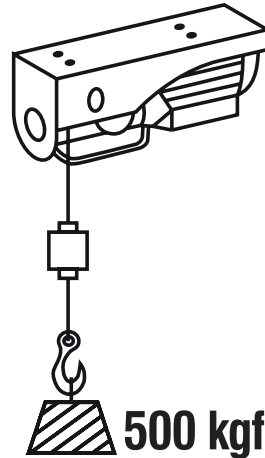

Fig. 15 – Grúa con la configuración simple
- c. Con la configuración simple, sin el gancho con la polea de inversión, la capacidad de carga máxima é de 500 kgf (Fig. 15), con elevación máxima de 12 metros de altura.